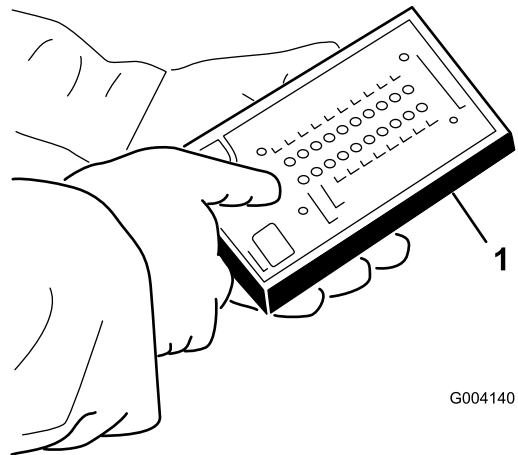

**Figure 27**
3. Localisez le faisceau de câblage et les connecteurs près du module de commande (Figure 27).